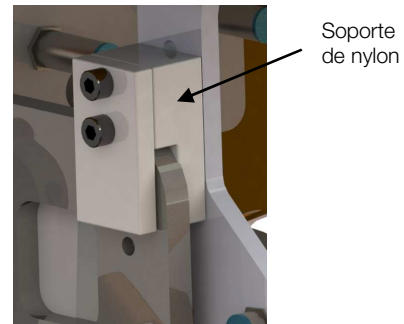

Figura 7.14: Soporte de nylon
- Verificar el soporte de nylon, Figura 7.14, del sistema portaescobillas refiriéndose a desgastes / holguras y, si es necesario, sustituirlo;